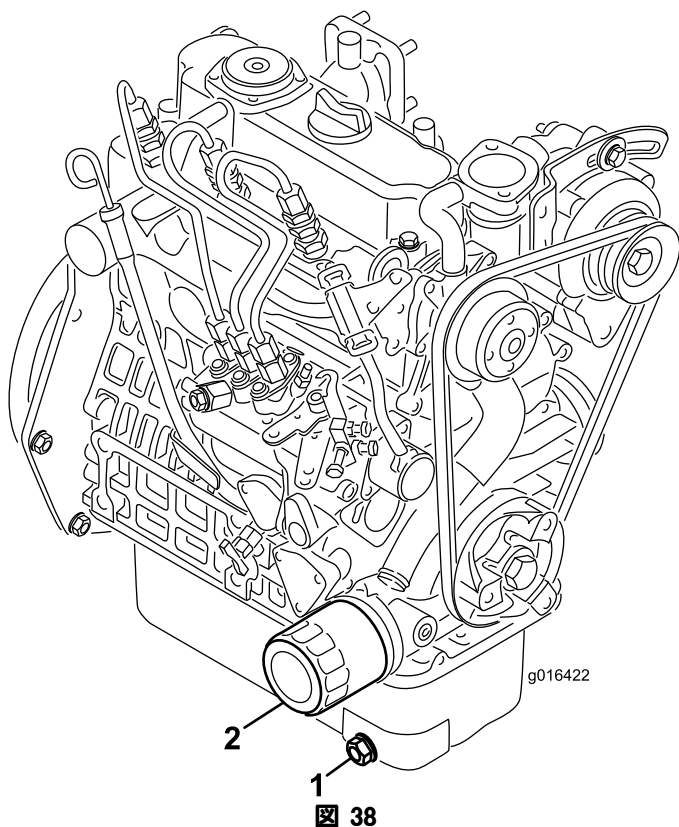

図 38
1. ドレンプラグ（図 38）を外してオイルを容器に受ける。オイルが抜けたらドレンプラグを取り付ける。